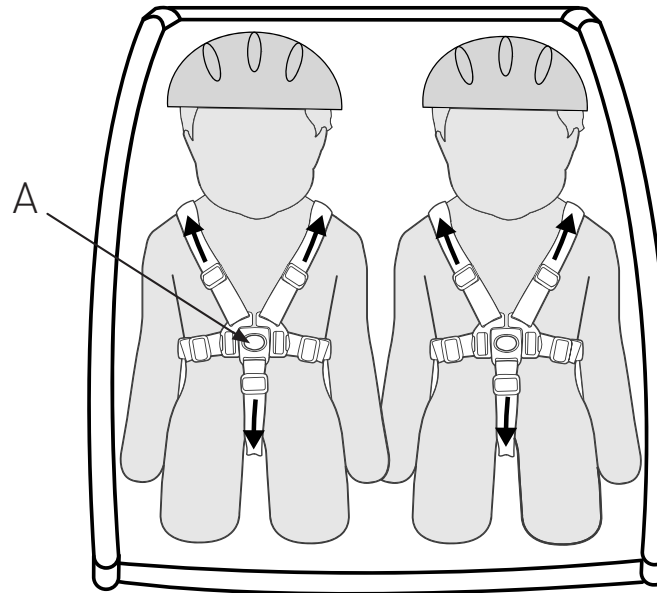

Abbildung 22
1. Vor dem Ein- oder Aussteigen Ihres Kindes die Feststellbremse ziehen. Nach dem Einsteigen angurten und den Gurt entsprechend einstellen. Die Schulter- und Beckengurte im 5-Punkt-Gurtsystem einrasten lassen und so einstellen, dass sie fest sitzen (Abbildung 22). Straffen und den Beckengurt bzw. die Beckengurte entsprechend festziehen, sodass das Kind abgesichert ist.